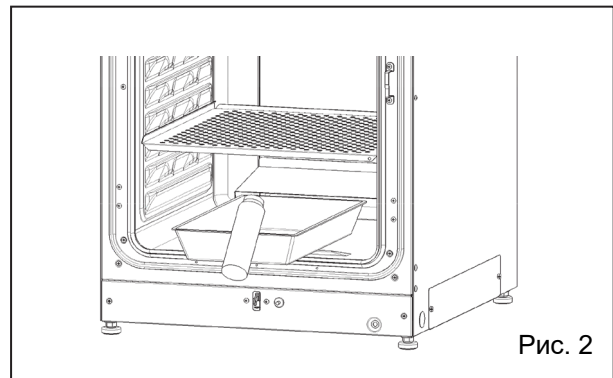

Рис. 2
4. Верните увлажнительный поддон в камеру и залейте в него приблизительно 1,5 л стерильной предварительно нагретой до 37°C дистиллированной воды (Рис. 2).